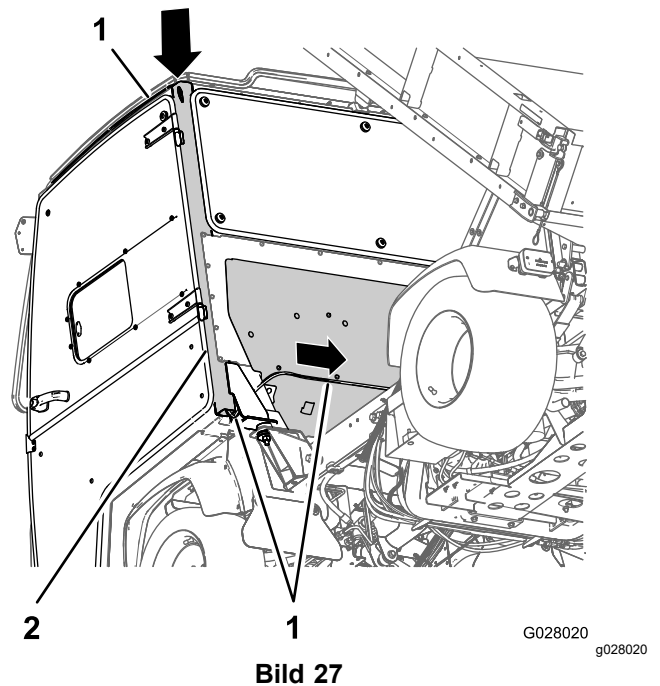

Bild 27
3. Verlegen Sie den 2-Buchsen-Stecker des Kabelbaums durch die Öffnung oben an der Stütze B an der Fahrerseite des Kabinenrahmens und nach unten durch den Rahmen (Bild 27).